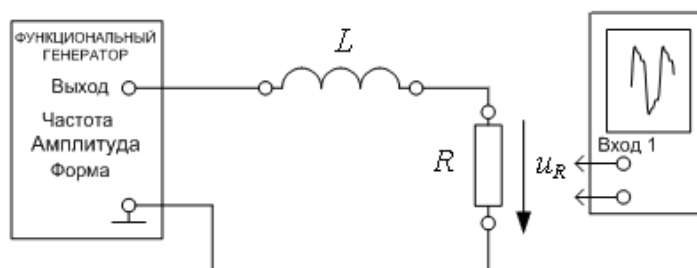

Рис. 2П
- Собрать цепь в соответствии с рис. 2П с катушкой индуктивностью L_a из блока **МОДУЛЬ ДОПОЛНИТЕЛЬНЫЙ** и резистором сопротивлением $R=10$ Ом.